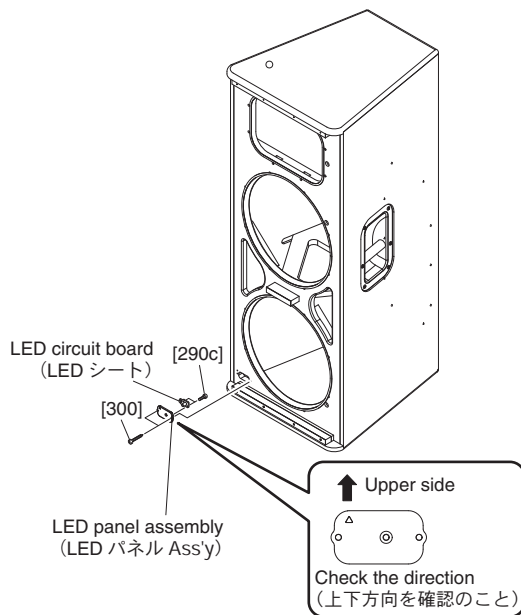

Fig. 7 (図 7)
- 4-2. Remove the two (2) screws marked [300]. The LED panel assembly can then be removed. (Fig. 7)
- 4-3. Remove the two (2) screws marked [290c]. The LED circuit board and the LED panel sub assembly can then be separated. (Fig. 7)
- 4-2. [300] のネジ 2 本を外して、LED パネル Ass'y を外します。(図 7)
- 4-3. [290c] のネジ 2 本を外して、LED シートと LED サブパネル Ass'y を別けます。(図 7)